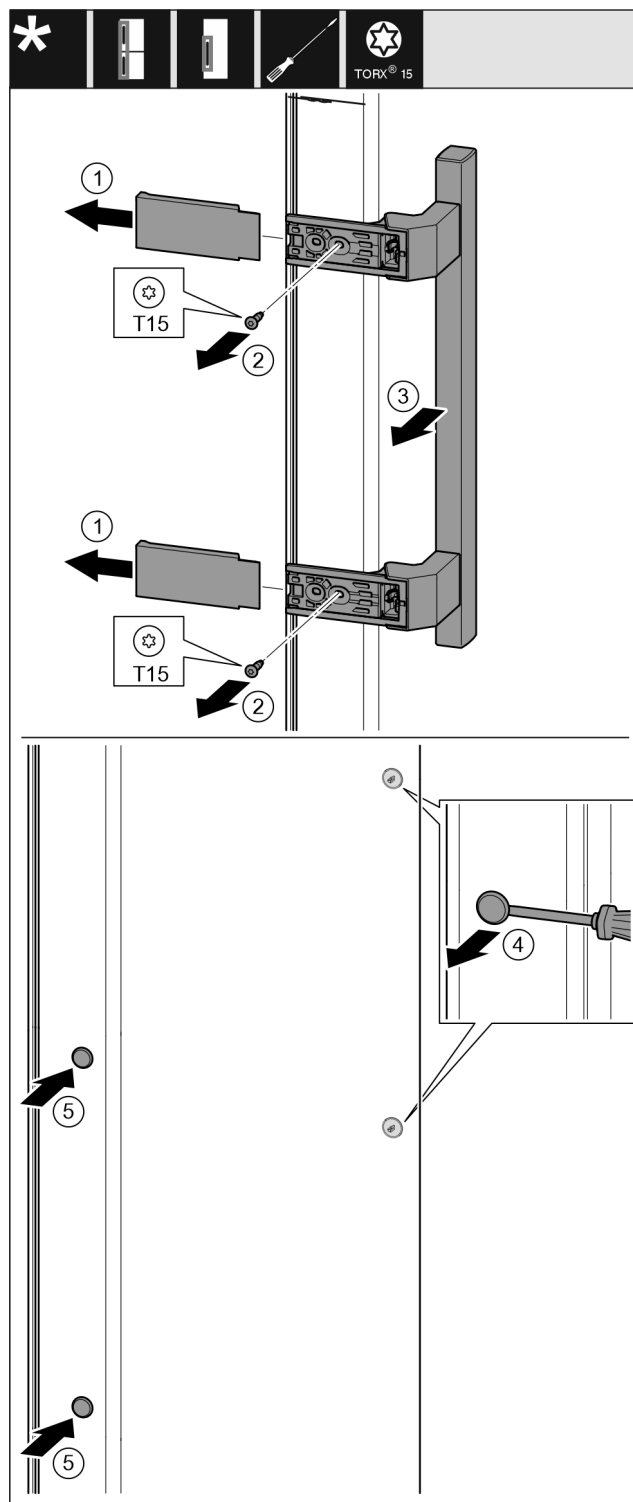

Fig. 39
- Retirar la cubierta. *Fig. 39 (1)*
- Desenroscar los tornillos con el destornillador T15. *Fig. 39 (2)*
- Quitar el tirador. *Fig. 39 (3)*
- Levantar cuidadosamente los tapones laterales con un destornillador para tornillos de cabeza ranurada y extraerlos. *Fig. 39 (4)*
- Volver a colocar los tapones en el otro lado. *Fig. 39 (5)*